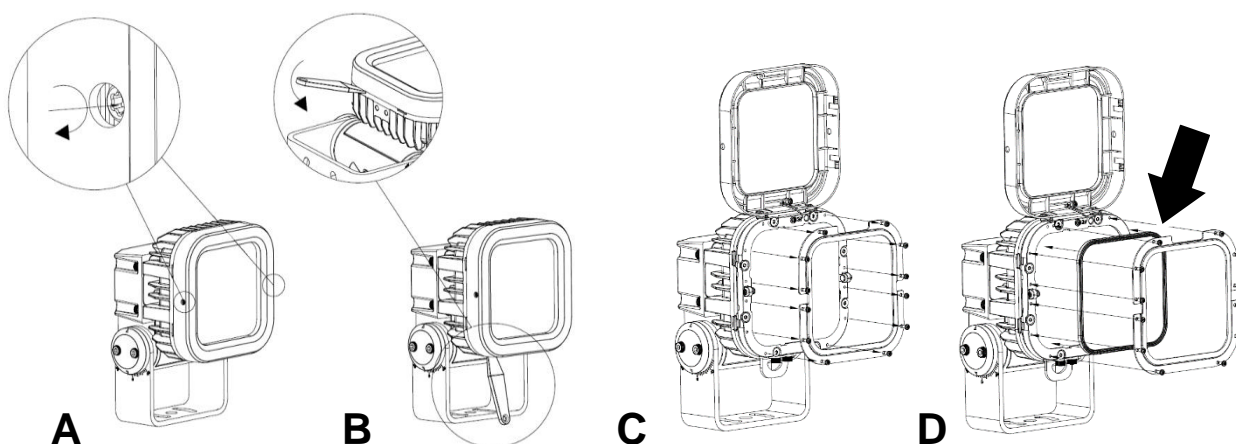

Figure 5. Installation d'un filtre à microlentilles
- Voir **A** sur la Figure 5. Tournez les vis captives dans le sens horaire, de chaque côté du cadre de finition ou du nez déflecteur, à l'avant de l'appareil en poussant dessus, jusqu'à ce qu'elles atteignent leur butée.